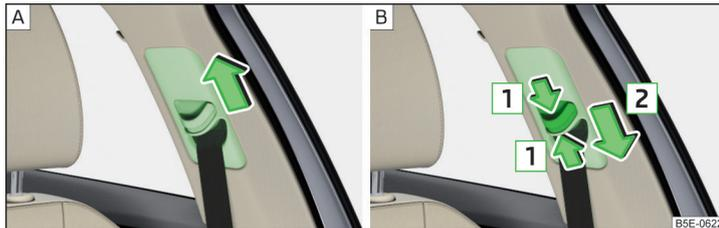

Abb. 6 Gurthöheneinstellung für die Vordersitze
➤ Den Umlenkbeschlag **nach oben** in Pfeilrichtung verschieben » Abb. 6 - A.
- **Oder:** Die Sicherung in Richtung der Pfeile **1** zusammendrücken und den Umlenkbeschlag **nach unten** in Pfeilrichtung **2** verschieben » Abb. 6 - B.